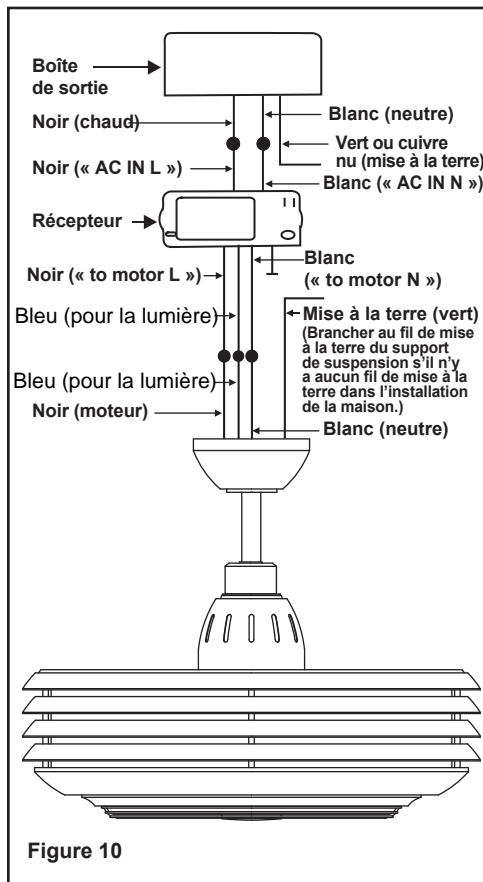

Figure 10
Étape 2. (Fig. 10) Branchements électriques du moteur au récepteur : Branchez le fil noir du ventilateur au fil noir portant l'indication « TO MOTOR L ». Branchez le fil blanc du ventilateur au fil blanc du récepteur marqué « TO MOTOR N ». Consolidez les branchements à l'aide des capuchons de connexion en plastique fournis.
Étape 3. (Fig. 10) Du récepteur aux branchements électriques des fils de l'alimentation de la maison : Branchez le fil noir (chaud) du plafond au fil noir du récepteur marqué « AN in L ». Branchez le fil blanc (neutre) du plafond au fil blanc du récepteur marqué « AN in N ». Consolidez les branchements à l'aide des capuchons de connexion en plastique fournis.
Étape 4. (Fig. 10) Si votre boîte de sortie est munie d'un fil de mise à la terre (vert ou cuivre nu), branchez-le aux fils de mise à la terre du ventilateur. Sinon, branchez le fil de mise à la terre du support de suspension au support de fixation. Consolidez le branchement à l'aide d'un capuchon en plastique fourni. Après avoir branché les fils, séparez-les de façon à ce que les fils vert et blanc soient d'un côté de la boîte de sortie et que les fils noir et bleu soient de l'autre côté. Poussez délicatement les fils branchés pour les loger dans la boîte de sortie.